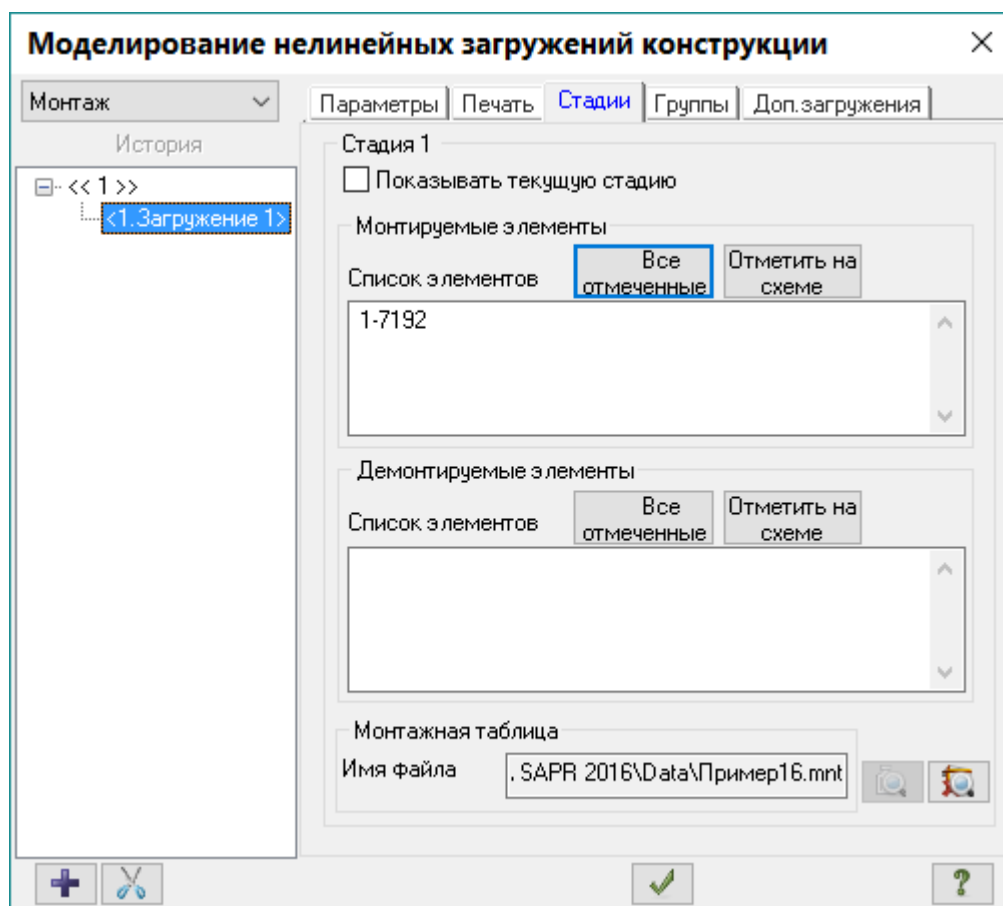

Рис.16.18. Диалоговое окно **Моделирование нелинейных нагружений конструкции** для задания монтажных стадий
- Щелчком по кнопке  – **Монтаж** (панель **Нелинейность** на вкладке **Расчет**) вызовите диалоговое окно **Моделирование нелинейных загружений конструкции** (рис.16.18).
- После выделения элементов в диалоговом окне **Моделирование нелинейных загружений конструкции** (рис.16.18) в поле ввода **Монтируемые элементы** щелкните по кнопке **Все отмеченные** (в списке автоматически отображаются номера выделенных на схеме элементов).